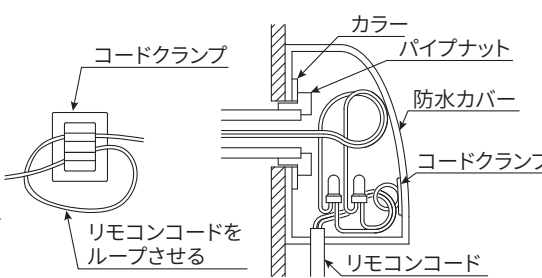

図12
8. 接続部が防水カバー内に収まるよう、クランプで固定します。(図12)